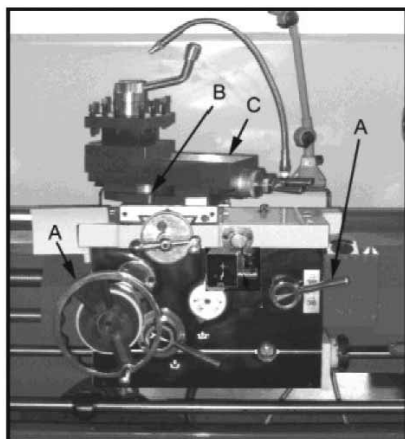

Fig. 18
4. Indstil omskifteren (D, Fig.18) til den korrekte position (neutral).
5. Aktiver håndtaget til kontramøtrikken (A, Fig.18).
**Grundholderslæde.** Grundholderslæden (C, Fig.18) er placeret øverst på tværslæden og kan roteres 360°. Der findes kalibreringsanvisninger i grader (B, Fig.18) under soklen, som en hjælp til at indstille grundholderen til den ønskede vinkel.